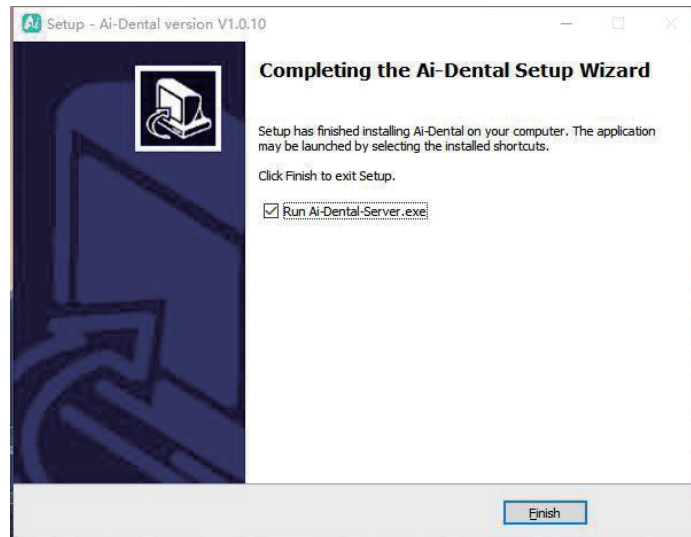

Figure 10
3.1.9 Une fois le logiciel installé, cliquez sur le bouton "Terminer", comme indiqué sur la figure 10 :